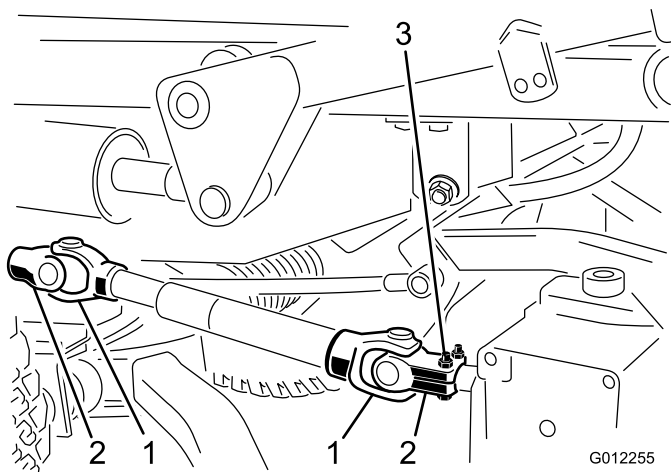

Figura 19
3. retire o pino de segurança que prende a culatra do veio propulsor ao veio de entrada da caixa de engrenagens (Figura 19). Desaperte os parafusos e porcas de bloqueio e deslize a culatra para fora do veio de entrada. Se a unidade de tracção for utilizada sem a unidade de corte, retire o pino de segurança para fora da culatra no veio da tomada de força da unidade de tracção e retire o veio propulsor completo da unidade de tracção.